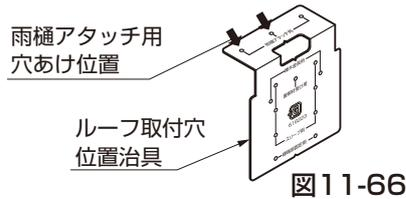

図11-66
- ①ルーフ取付穴位置治具を樋にあて、ポンチ等でケガキ $\phi 3.5$ 、 $\phi 36$ の穴を樋下部にあけてください。(図11-66、11-67参照)
- ②アタッチメントパッキン、雨樋アタッチメントを樋に【8-1】で取付けてください。
- ③縦樋の長さを調節して、ドレンエルボ、92°エルボを取付けてください。